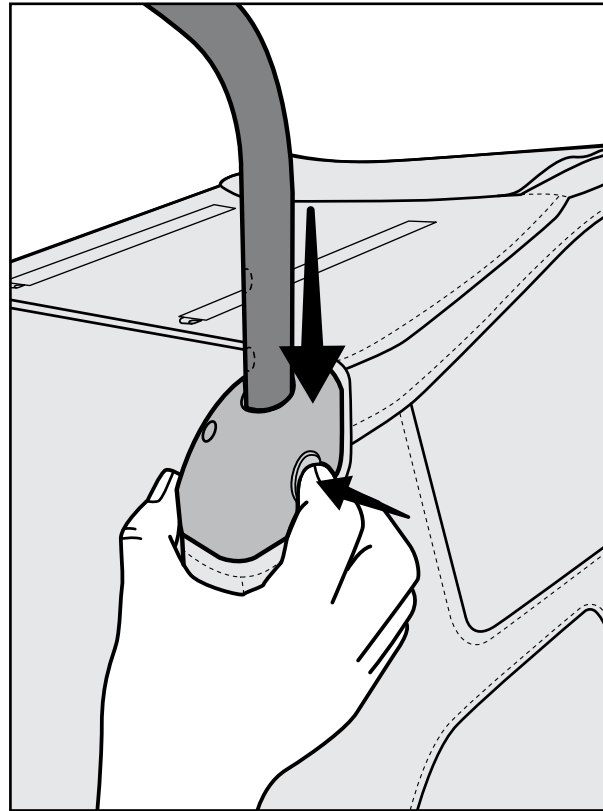

Abbildung 22
1. Den Lenker in die Aufnahme einsetzen, die beiden gelben Knöpfe der Lenkeraufnahme eindrücken und den Lenker an den Knöpfen vorbei schieben. (Abbildung 22)
2. Die Knöpfe loslassen und den Lenker schieben, bis er einrastet. (Abbildung 22)
3. Der Lenker hat zwei Höheneinstellungen. Jede Lenkeraufnahmetaste drücken, um den Lenker in die gewünschte Einstellung zu bringen (Abbildung 22). Darauf achten, dass beide Seiten des Lenkers auf die gleiche Höhe eingestellt sind.